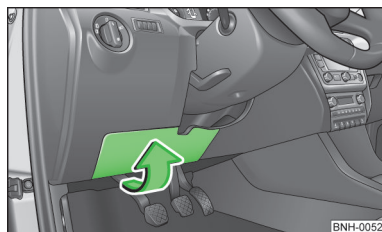

Fig. 121
- Girar y extraer con cuidado la cubierta en el sentido de la flecha » fig. 121.